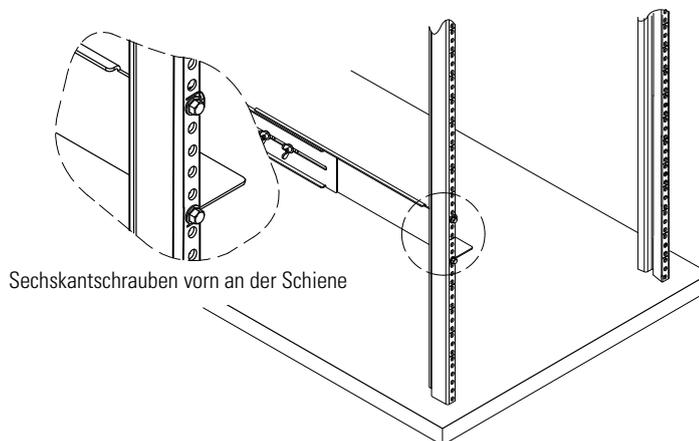

Abbildung 11. Befestigen der vorderen Schiene
3. Schiene mit zwei Sechskantschrauben an der Vorderseite des Racks befestigen (siehe Abbildung 11).